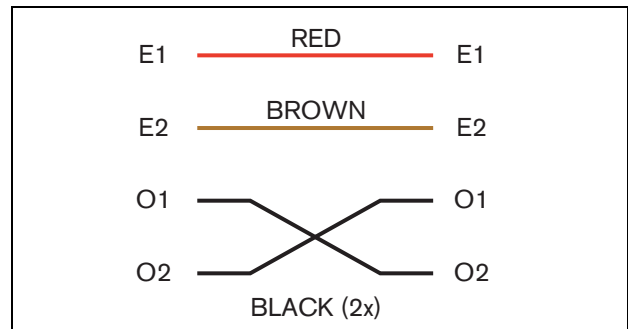
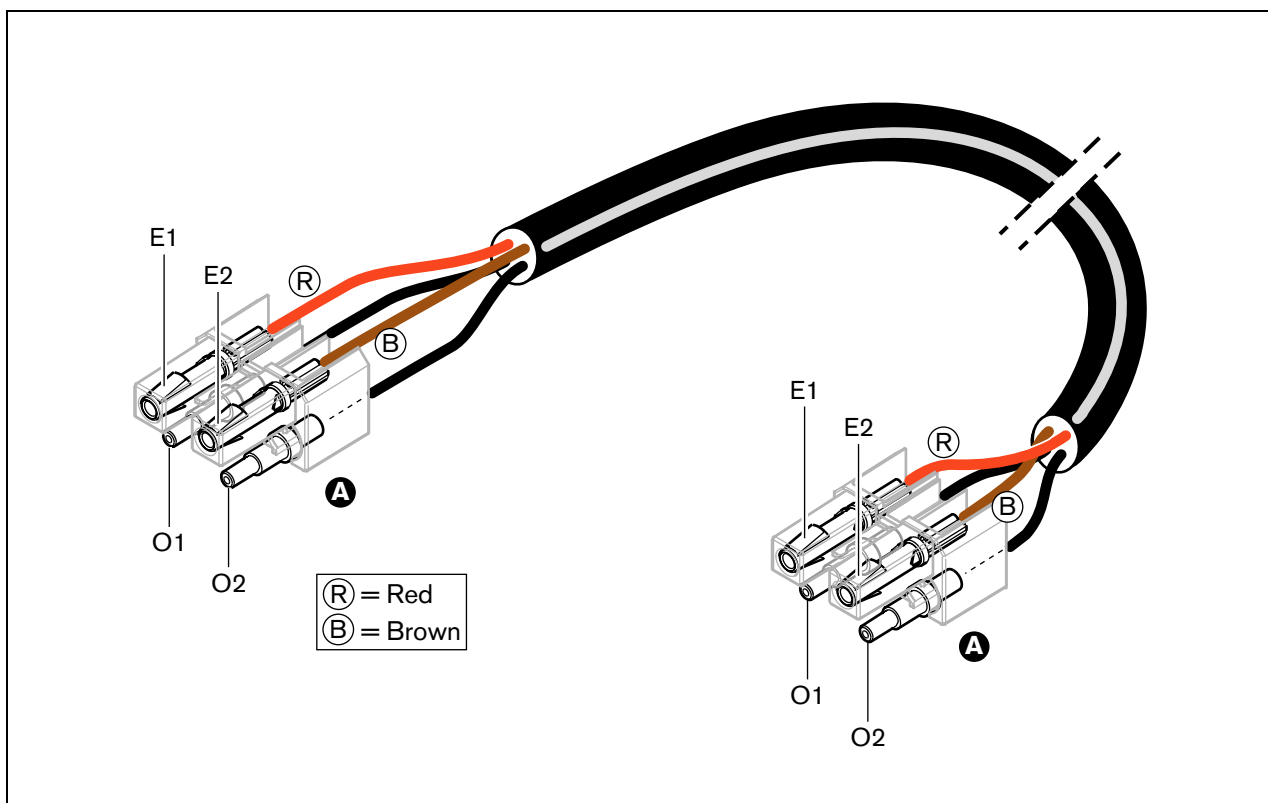
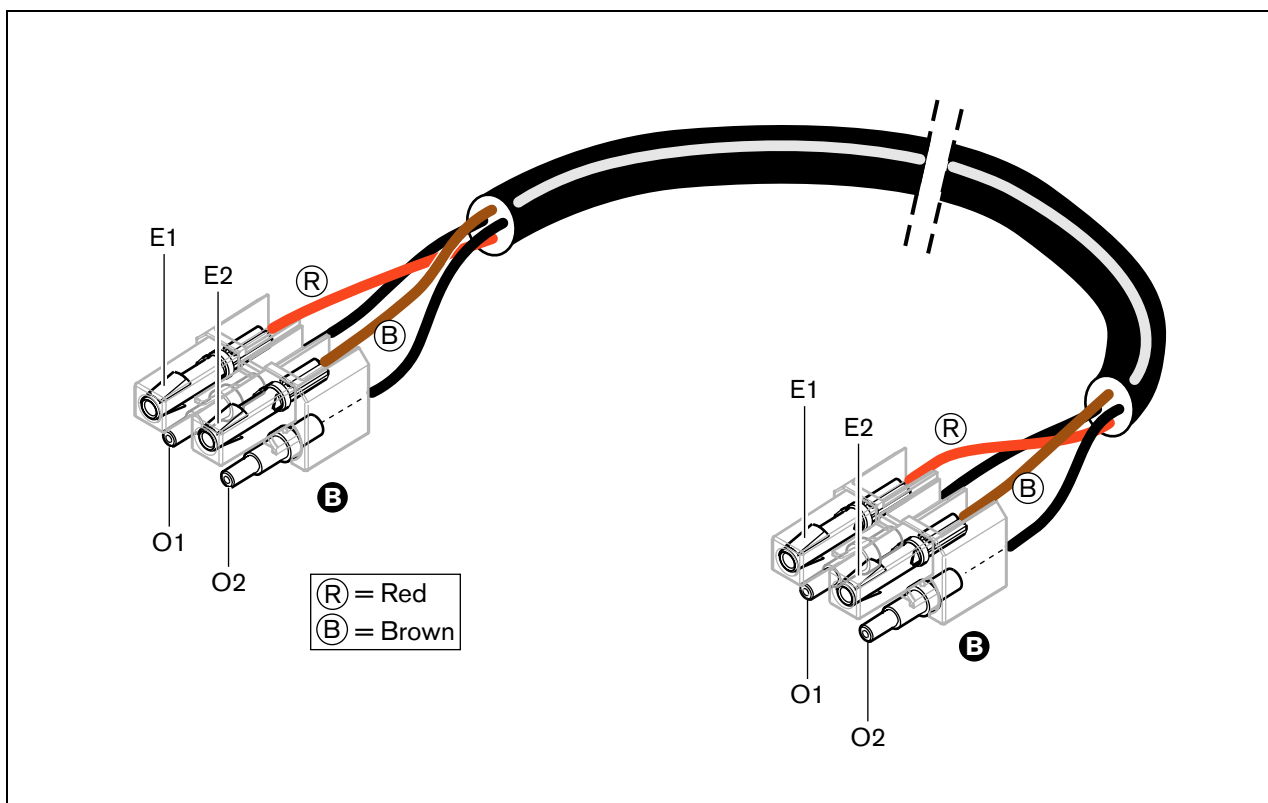
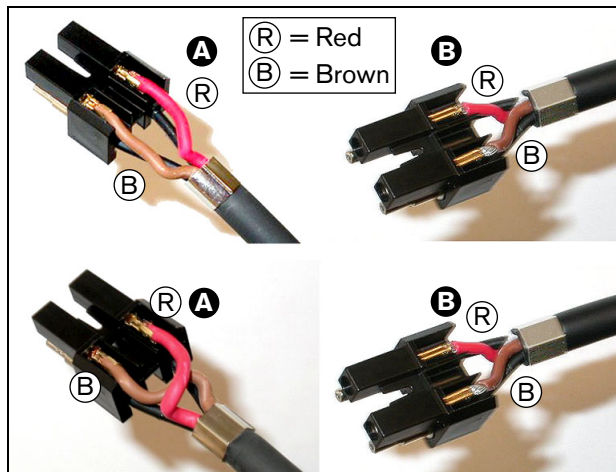

Abbildung 29.28: Schaltbild
Abbildung 29.29: Verkablungsschema für Typ A optischer Netzkabel
Abbildung 29.30: Verkablungsschema für Typ B optischer Netzkabel
Abbildung 29.33: Montage von Block und hinterem Gehäuse
Beachten Sie auch das Verkabelungsschema (siehe Abbildung 29.28). Praktische Implikationen dieses Schemas finden Sie unter Abbildung 29.29 und Abbildung 29.30).
- 28 Haken Sie die Hülsen in den Montageblock (siehe Abbildung 29.33). In einem der Anschlüsse, die mit einem Kabel von Typ A verbunden werden, müssen die roten und braunen Kupferdrähte über Kreuz verlaufen, um das Verkabelungsschema zu erfüllen (siehe Abbildung 29.28).